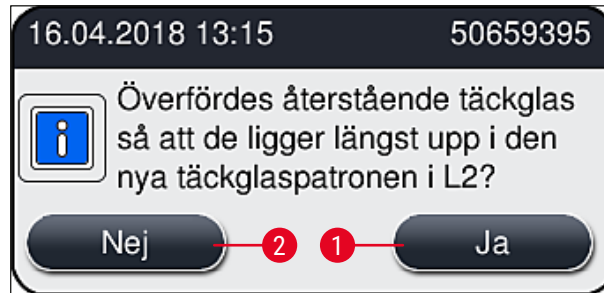

Bild 63
8. När du stängt kåpan får du frågan om de återstående täckglasen har satts in i det nya täckglasmagasinet (→ Bild 63). Är detta fallet, svarar du på informationsmeddelandet genom att trycka på **Ja** (→ Bild 63-1). Om inga täckglas har satts in, svarar du på informationsmeddelandet med **Nej** (→ Bild 63-2).